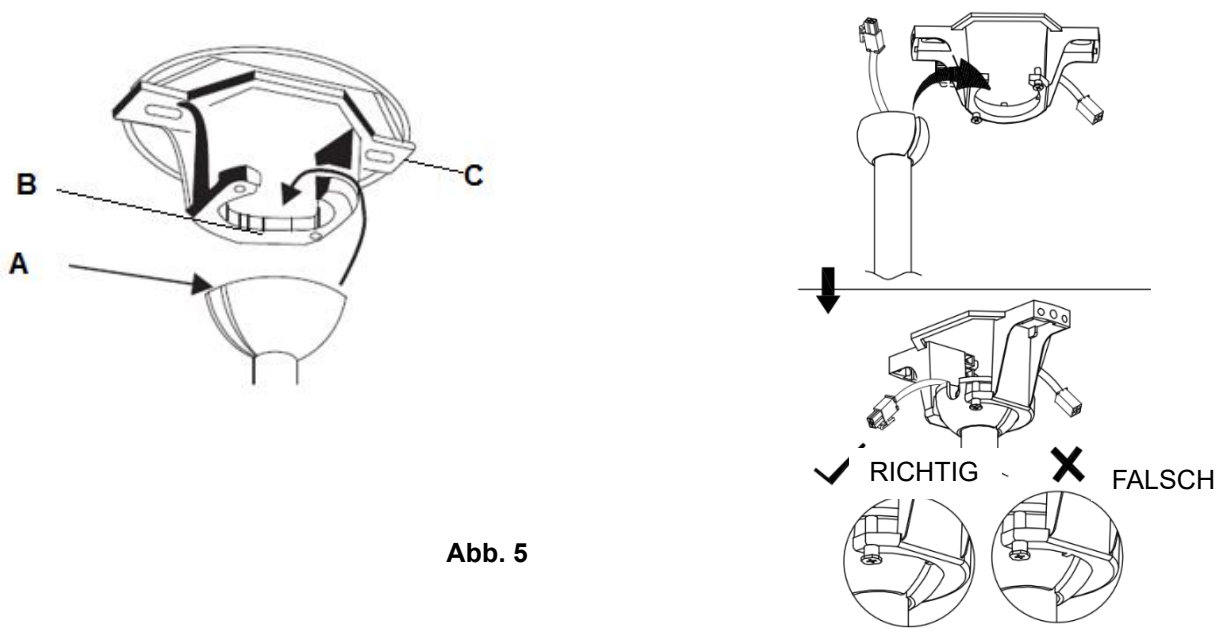

Abb. 5
Halten Sie den kompletten Ventilator unter die Halterung. Achten Sie darauf, dass der Passtift (B) der Halterung (C) in die Sicherungsnut (A) der Kugelaufhängung greift, um ein Verdrehen des Ventilators im Betrieb zu verhindern. (Abb. 5)